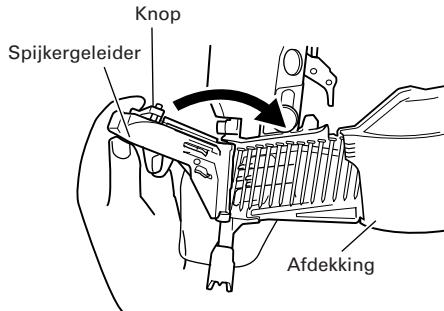

Afb. 5
- (2) Laad de spijkers in de geleider. Trek de spijkerrol een stukje uit het magazijn. Steek de eerste spijker in het drijfgat en de tweede spijker tussen de twee palletjes van de toevoer. Breng de spijker zo in dat de kop van de spijker in de geleidegleuf past. (Afb. 5)